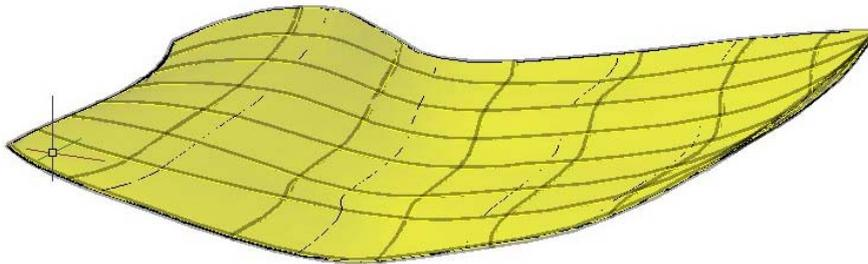

Рис. 9.7. Топографическая поверхность, созданная при помощи команды LOFT (По сечениям)
6. Пользуясь командой LOFT (По сечениям) из раздела Поверхности, построить поверхность по сплайнам (рис. 9.7).